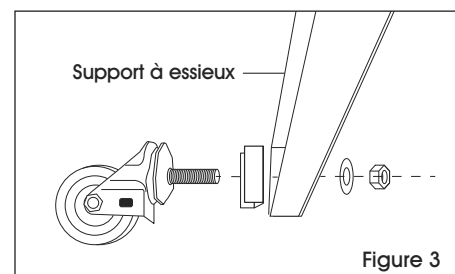

Figure 3
3. Attach casters to axle supports. Put caster through the brace and opening in the axle support and tighten with lock washer and large nut. Use a 3/4 inch wrench to tighten. (See Figure 3)
3. Fixez les roulettes aux supports à essieux. Passez les roulettes à travers le renfort et l'ouverture du support à essieux et serrez-les à l'aide des rondelles de blocage et des grands écrous. Serrez-les avec la clé 19 mm (3/4 po). (Voir Figure 3)